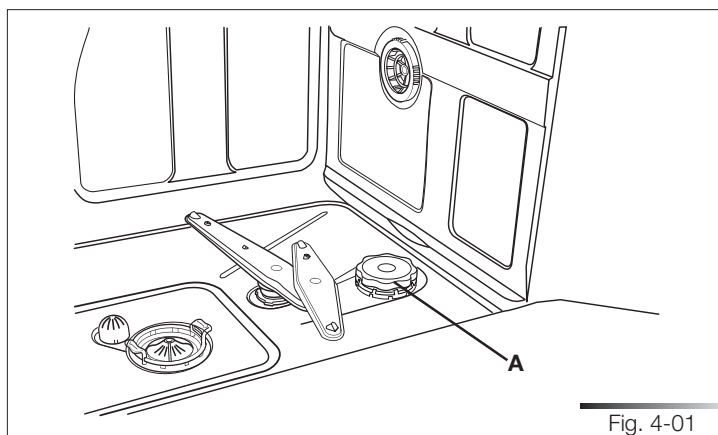
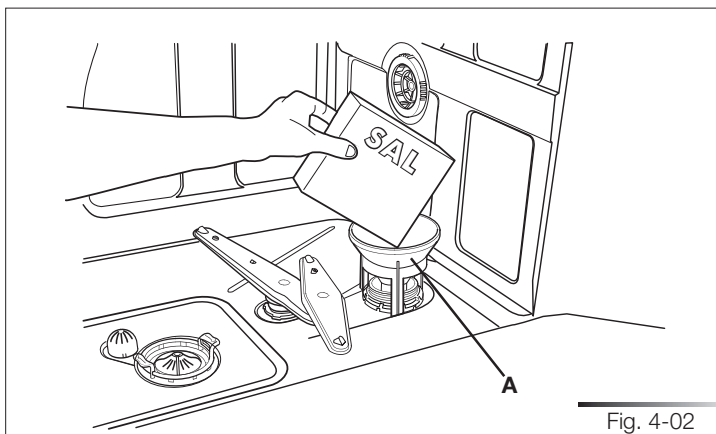

Fig. 4-01
Fig. 4-02
*en el cuadro que contiene las figuras se indica, en la parte inferior derecha, su numeración progresiva. Un ejemplo de numeración puede ser "Fig. 4-01", donde la primera cifra (4) corresponde al capítulo al cual pertenece la figura, mientras que la segunda cifra (01) corresponde al número progresivo de la figura en el capítulo 4 (en el ejemplo la Fig. 4-01 corresponde a la primera figura del capítulo 4). La numeración de las tablas se gestiona del mismo modo, teniendo en cuenta que, en lugar de "Fig.", se utiliza la abreviatura "Tab." (p.ej. Tab. 4-01, que corresponde a la primera tabla del capítulo 4). En caso de que la tabla ocupe diferentes páginas, se añadirá una letra después de la cifra progresiva (p.ej. "Tab. 4-01a" y Tab. 4-01b").*
La cantidad de caliza contenida en el agua (índice de dureza del agua) es responsable de las manchas blancas en la vajilla seca que, con el tiempo, tiende a ponerse opaca. El lavavajillas se suministra con un descalcificador automático que, utilizando sal regeneradora específica, elimina eventuales sustancias endurecedoras presentes en el agua. El lavavajillas se suministra con una regulación de fábrica equivalente al nivel 3 del índice de dureza (dureza media **41-60°dF – 24-31°dH / 23,6-35 gpg**). Utilizando agua de dureza media, deberá volver a colocar la sal regeneradora cada **20 lavados** aproximadamente. El depósito del descalcificador tiene una capacidad de aprox. **1,7 kg (3,75 lb)** de sal gruesa. Algunos modelos están equipados con un indicador óptico de falta de sal. En estos modelos, el tapón del compartimiento sal contiene un flotador de color verde que baja al reducirse la concentración de sal en el agua. Cuando el indicador verde deja de estar visible se debe añadir sal. El depósito se encuentra en el fondo del lavavajillas. Tras haber sacado el cesto inferior, quite el tapón (ref. A fig. 4-01) del depósito girándolo en sentido antihorario y coloque la sal utilizando el embudo (ref. A fig. 4-02) que forma parte del equipo base del lavavajillas. Antes de volver a enroscar el tapón (ref. A fig. 4-01) elimine los eventuales residuos de sal que se encuentren cerca de la abertura del depósito.
- Todas las veces que rellene el depósito de sal, controle que **el tapón (ref. A fig. 4-01) esté cerrado correctamente**. La mezcla de agua y detergente no debe penetrar en el depósito de la sal para no perjudicar el funcionamiento de la instalación de regeneración. En este caso la garantía perdería su validez.